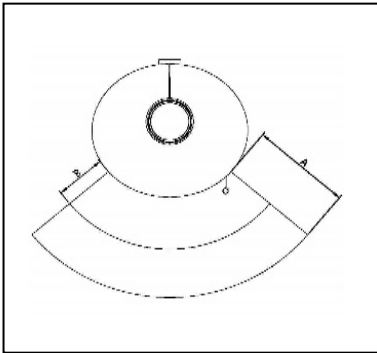

Bild 2
Im Sichtbereich (Strahlungsbereich) des Feuers muss zu brennbaren Bauteilen, Möbel oder auch z.B. zu Dekostoffen ein Abstand nach vorne von mindestens **150 cm** (A), gemessen ab Vorderkante Feuerraumöffnung eingehalten werden. Der Sicherheitsabstand reduziert sich auf **75 cm** (B), wenn ein belüfteter Strahlungsschutz vor das zu schützende Bauteil montiert wird (Bild 2)